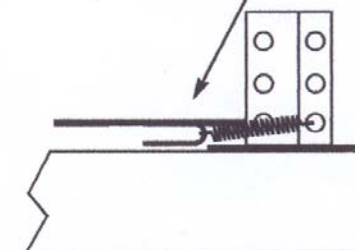

Fig. 4
- 4) Inserire l'occhiello chiuso della molla nel gancio del telaio, quindi tirare la molla ed inserire l'occhiello aperto nel foro del montante corrispondente a quello del perno del telaio. Ripetere l'operazione sul lato opposto. (fig. 4)
Insert the closed eye of the springs in the racks hook, therefore throw the spring and insert the open eye in the hole of the backboard corresponding to that of the rack pin. You repeat the operation on the opposite side. (fig. 4)